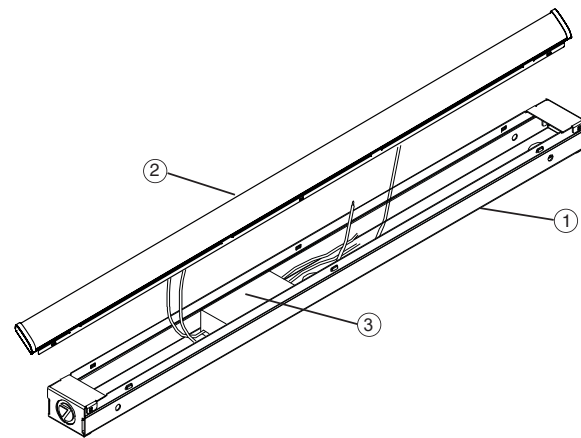

Figure 1
1. Retirer les composantes de l'appareil et tout emballage de pièces. S'assurer que toutes les pièces sont incluses. **Voir la Fig. 1.**
1. Remove fixture components and parts pack(s). Check that all parts are included. See Fig. 1.
1. Saque los componentes del luminario y paquete(s) de piezas. Compruebe que todas las piezas estén incluidas. Vea Fig. 1.